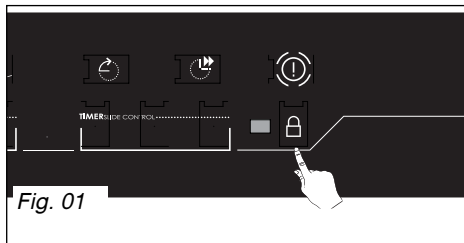

Fig. 01
– Faites un appui long sur  (Fig. 01).